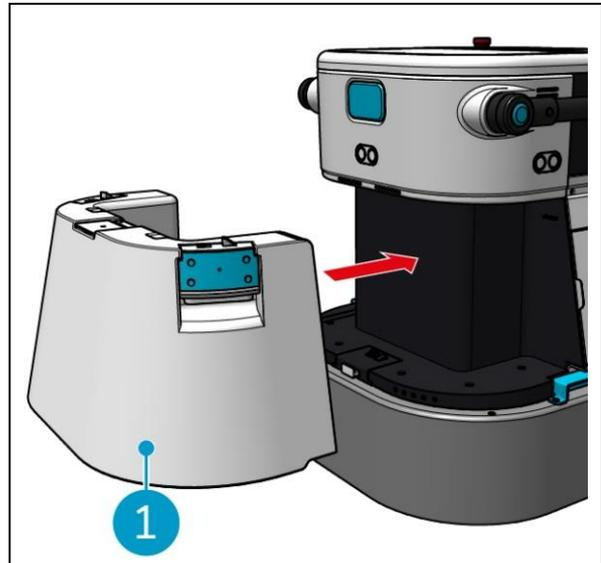

Figura 16
8. Deslice el depósito de agua limpia de nuevo en el co-botic™ 45 utilizando las asas azules, ver Figura 16.